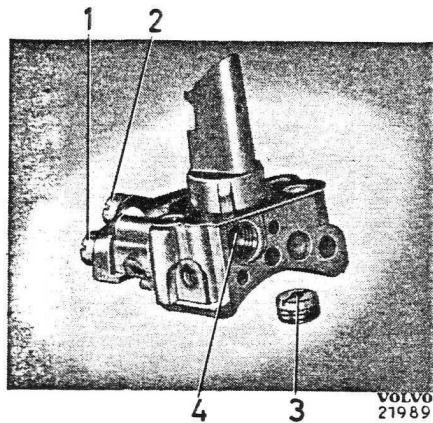

Bild 1-77. Mischkammer (Zenith)
- Befestigungsschrauben (11) zur Mischkammer und diese ebenso wie die Hauptdüse (2, Bild 1-77), Ausgleichsdüse (1), Leerlauf-Luftdüse (3) und die Leerlaufdüse (4) entfernen.